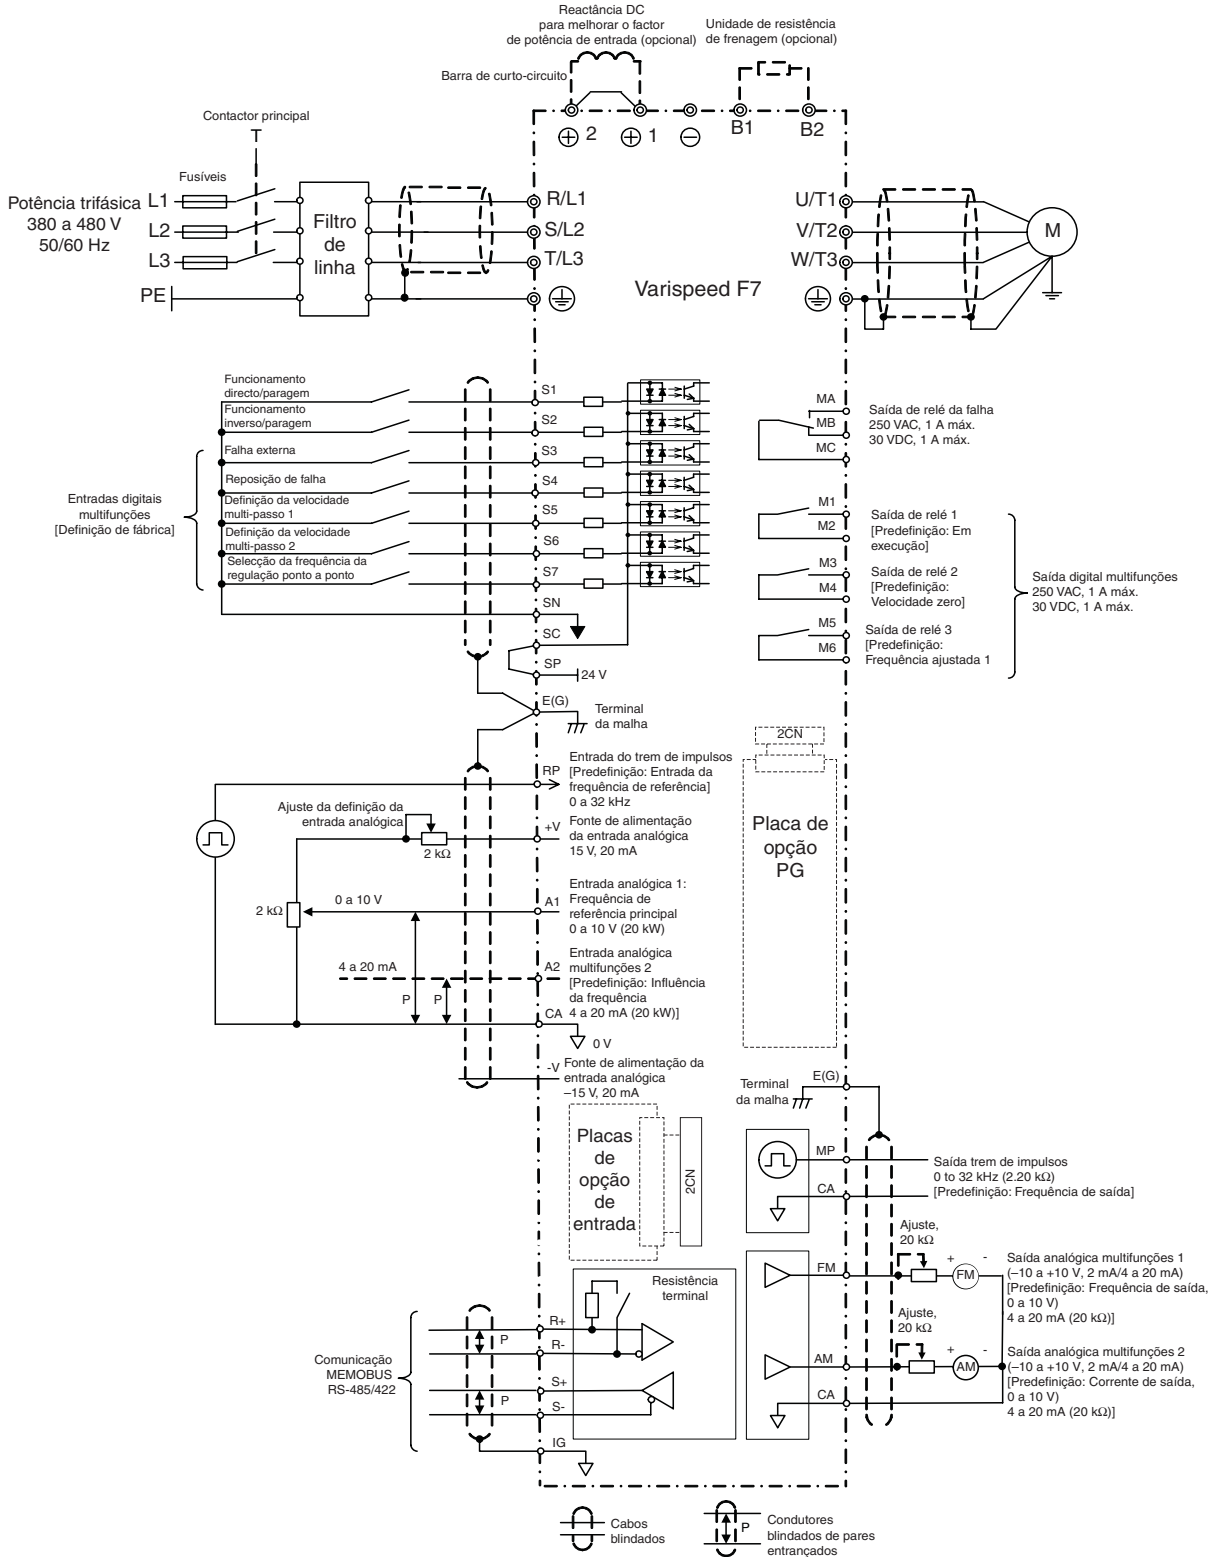

Fig 4 Diagrama de ligações
- Na Fig 4 a ligação das entradas digitais S1 a S7 é apresentada para ligação dos contactos ou transistores NPN (comum de 0V e modo NPN). Esta é a configuração predefinida. Para ligação dos transistores PNP ou para utilizar uma fonte de alimentação externa de 24V consulte a Tabela 3.